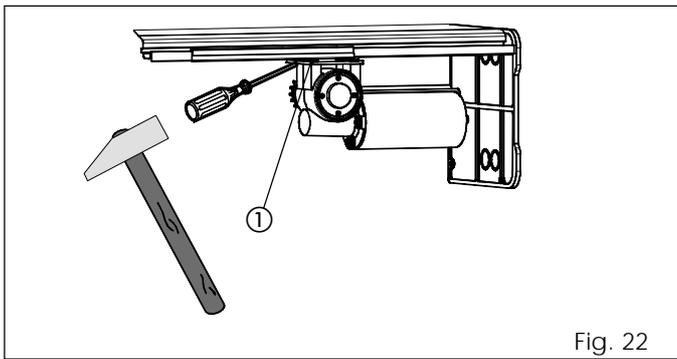

Fig. 22
- Allentare leggermente le quattro viti di fissaggio (fig. 22 rif. ①) del secondo motore.
- Spingere il gruppo motore verso l'esterno con l'aiuto di un martello come indicato in fig. 22.